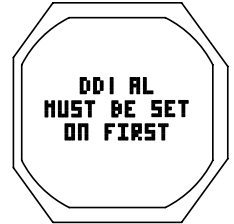

Fig. 132B - MENSAJE DE AJUSTE
**\*\* Si se accede a esta pantalla cuando la DD1 está desactivada (Off), se mostrará un mensaje (Fig. 132B) durante 5 segundos, luego la operación volverá al menú del modo FREE.**